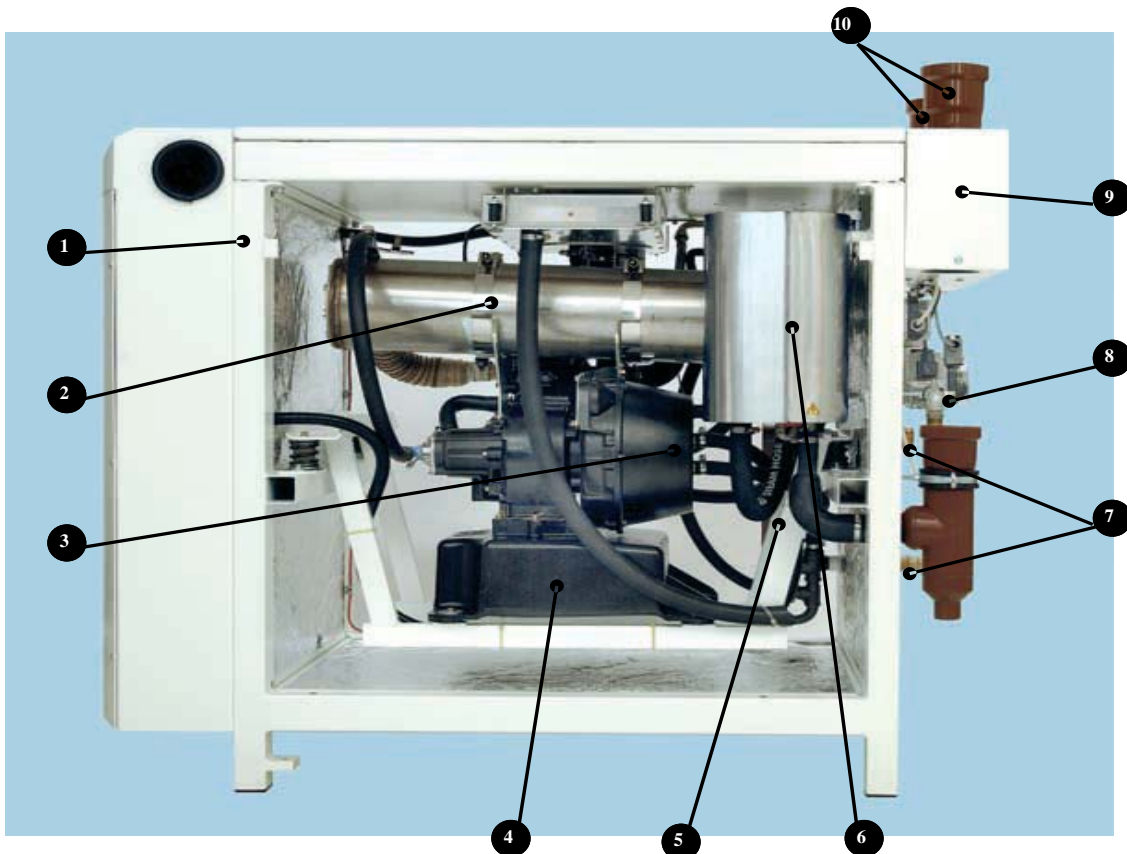

Bild 5: Ecopower e3.0 (Quelle: Ecopower)
Bei dem im Versuch eingesetzten Mini-BHKW handelt es sich um ein Fabrikat der Firma PowerPlus Technologies GmbH. Der Verbrennungsmotor (4) treibt einen Generator (3) an, welcher Strom erzeugt. Ein großer Teil der Motorabwärme, sowie der Abgasabwärme wird über einen Heizungswärmeübertrager (5) aus dem System in den Heizkreislauf abgeführt. Alle Bestandteile der Antriebs-Einheit sind über schwingungstechnische Komponenten im Gehäuse gelagert, um auftretende Vibrationen zu mindern. Das Gehäuse ist mit einer schall-, bzw. wärmedämmenden Isolierung versehen. Bild 5 zeigt eine Seitenansicht des Mini-BHKW. Der Abgaswärmeübertrager (2) und der Schalldämpfer (6) befinden sich über dem Motor (4). Dieser ist direkt mit dem Generator (3) verbunden. Die Elektroanschlüsse (9) und der Steuerschrank (1) sind durch das Gehäuse abgedeckt. Der Gasanschluss (8) und die Heizungsanschlüsse (7) befinden sich auf der Rückseite.